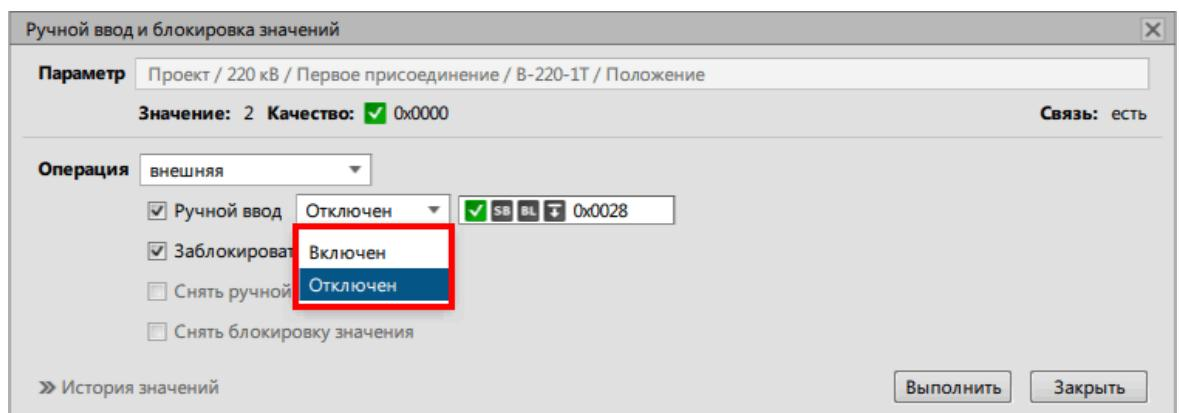

Рисунок 182 - Внешняя операция
- c. Выберите состояние/значение (Рисунок 182).